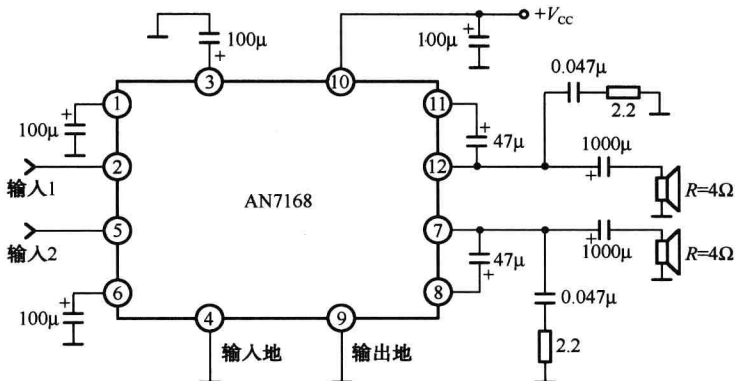
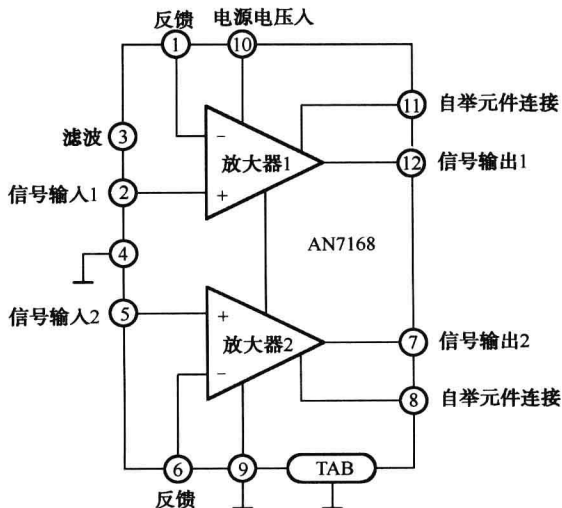

图 1-1-8 AN7168 集成电路的典型应用电路
图 1-1-9 AN7168 集成电路的内电路方框图
(1) AN7168 双声道功率放大集成电路的典型应用电路如图 1-1-8 所示，其 AN7168 集成电路的内电路方框图如图 1-1-9 所示。
(3) 了解了集成电路各引脚功能后, 再和外部电路元器件结合在一起对电路进行分析。从图 1-1-8 可以看出, 扬声器通过电容器接在集成电路输出端, 由此可以推断该功放为 OTL 类型。若电路有故障, 就可根据 OTL 电路固有的特点去检修。